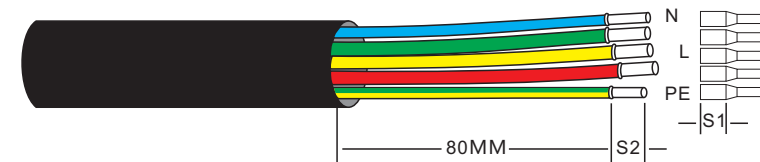

Figure 5.17 Dénuder le câble CA
1. Dénuder l'extrémité de la gaine isolante du câble CA sur environ 80 mm, puis dénuder l'extrémité de chaque fil (voir figure 5.17).